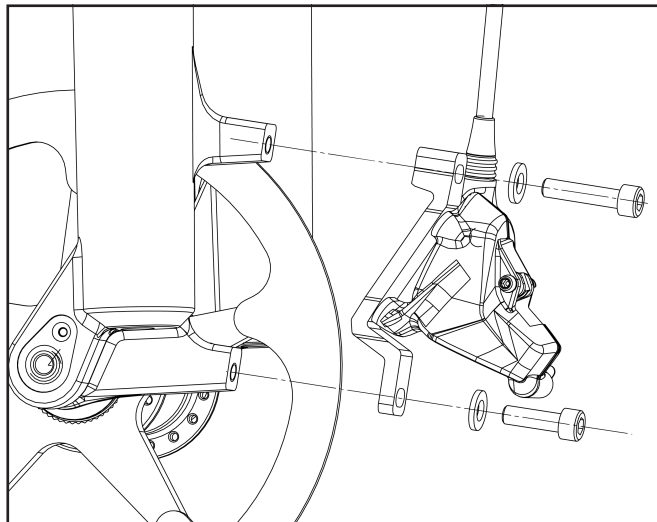

Figura 5
- Instale o adaptador no suporte Post Mount da suspensão (Figura 5) e caso seja necessário, ajuste o adaptador para posicionar corretamente o freio, deixando o disco girar livremente sem encostar nas pastilhas;